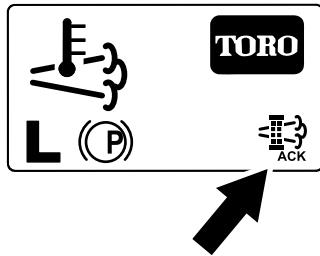

Figura 68
8. O InfoCenter apresenta o Ecrã inicial e o ícone de confirmação da regeneração (Figura 68) surge no canto inferior direito do ecrã enquanto a regeneração é processada.